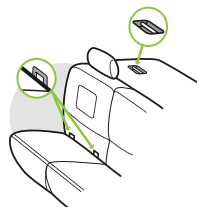

Figure 29
- DUA signifie dispositif universel d'ancrage. Ce terme fait référence aux ancrages intégrés dans un véhicule pour fixer l'ensemble de retenue pour enfant qui consiste de deux ancrages inférieurs situés au pli entre le dossier et le coussin de siège du véhicule et d'un ancrage pour la courroie d'ancrage supérieure derrière le siège du véhicule tel qu'illustré dans la **Figure 29**.